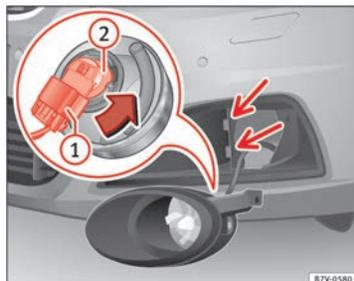

Fig. 210 Remplacement des ampoules des projecteurs.
4. Inclinez le projecteur légèrement vers l'avant et retirez-le de ses logements latéraux ⇒ fig. 210 (petites flèches).
5. Débloquez la connexion ⇒ fig. 210 ① et retirez-la.
6. Tournez le porte-ampoule ⇒ fig. 210 ② vers la gauche jusqu'en butée dans le sens de la flèche et retirez-le avec l'ampoule en tirant vers l'arrière.
9. Encastrez la connexion ⇒ fig. 210 ① dans le porte-ampoule ⇒ fig. 210 ②. La connexion doit s'encastrer de manière audible.
10. Placez le projecteur dans ses logements ⇒ fig. 210 (petites flèches) et inclinez-le vers l'arrière.